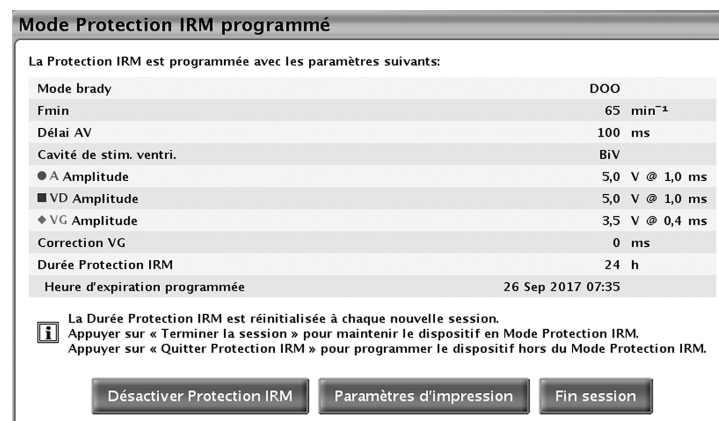

Figure 2-9. Boîte de dialogue Mode Protection IRM programmé
- Sélectionner le bouton Sortir du mode Protection IRM sur l'écran Mode Protection IRM programmé (Figure 2-9 Boîte de dialogue Mode Protection IRM programmé en page 2-11).